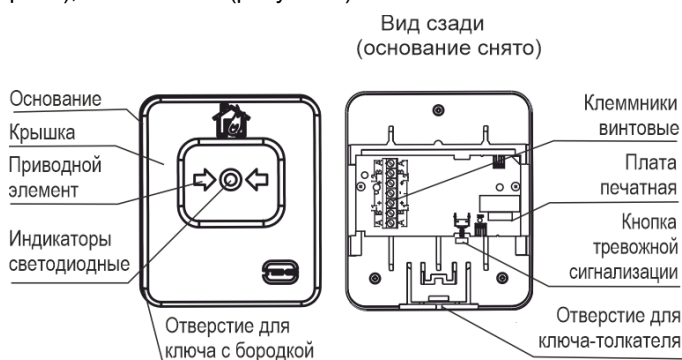

Рисунок 2
**5.1** Извещатель выполнен из ударопрочной пластмассы в виде блока, состоящего из съемной крышки (лицевая сторона), и основания (рисунок 2).